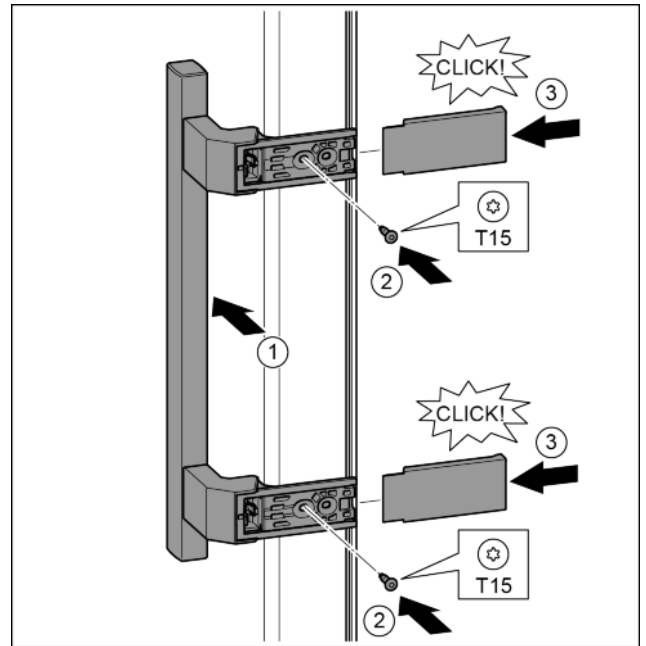

Fig. 15
- ▶ Applicare la maniglia sul lato opposto. Fig. 15 (1)
- ▶ Serrare le viti con il cacciavite T15. Fig. 15 (2)
- ▶ Applicare le coperture lateralmente e inserirle spingendo. Fig. 15 (3)